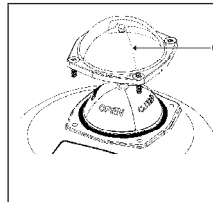

Bild 7: Glashaube Demontage
- Glashaube des Stellungsanzeigers 1 inklusiv den Dichtring durch Lösen der vier Befestigungsschrauben abnehmen und die Glashaube entfernen (siehe „Bild 7“).